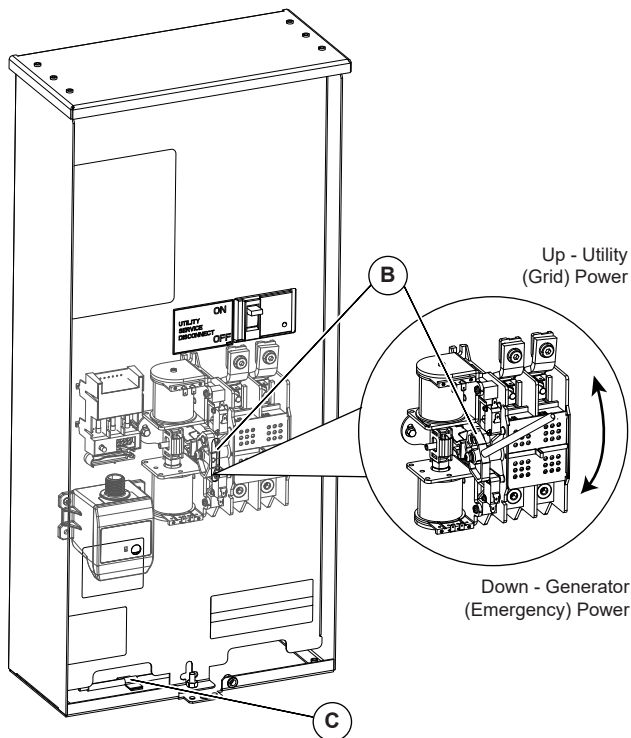

Figure 4-2. Fonctionnement manuel
Voir Figure 4-2. Une poignée manuelle (C) est livrée avec l'ensemble de pièces détachées du commutateur de transfert au cas où le fonctionnement automatique du
3. Voir Figure 4-2. Noter la position des contacts principaux du mécanisme de commutation (B) en observant le bras support mobile des contacts.